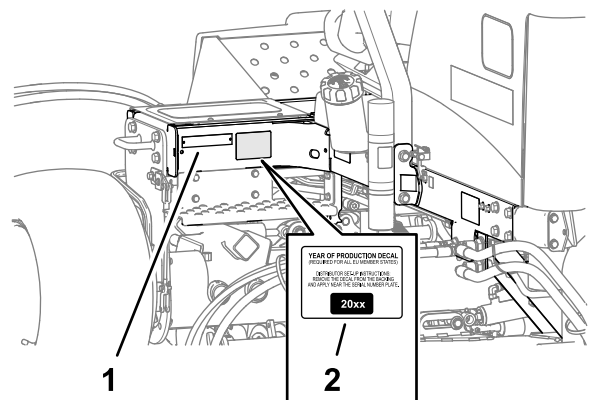

Figura 37
1. Curăți cu alcool cadrul din stânga, lângă plăcuța cu modelul/numărul de serie i lăsați cadrul să se usuce (**Figura 37**).
2. Îndepărtați suportul i aplicați autocolantul cu anul de fabricație pe cadru, lângă plăcuța cu numărul de serie, aa cum se arată în **Figura 37**.